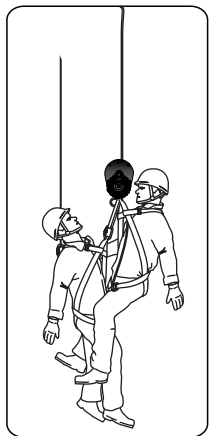

рис. 8
2. Опуститесь до уровня пострадавшего, обхватите его ногами, присоедините нижний карабин устройства к точке крепления страховочной привязи пострадавшего (рис. 8).